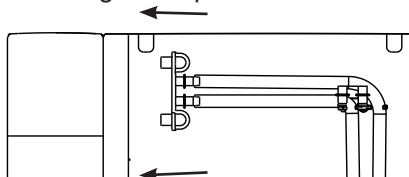

Figure 1
- Débranchez les deux tubes de l'arrière de la machine / base du réservoir latéral et posez-les dans votre évier, une cuve, un seau ou un récipient qui peut contenir au moins 0,5 Gal/2 litres d'eau. (Figure 1 et 2).